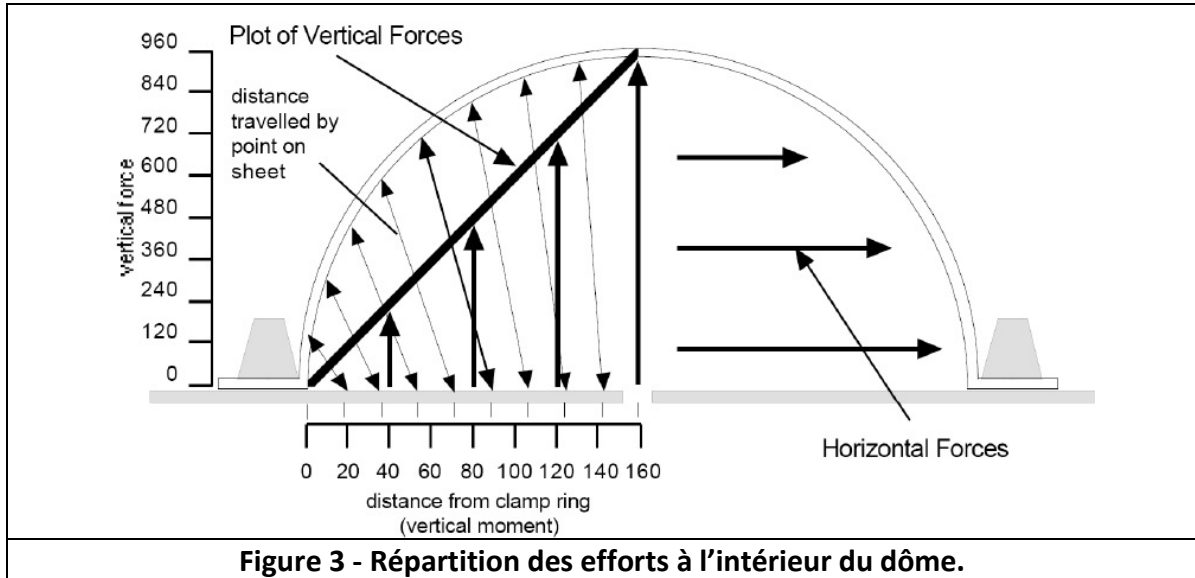

Figure 3 - Répartition des efforts à l'intérieur du dôme.
3. Régler la pince de basculement selon l'épaisseur de plaque à thermoformer (fig. 3) ;